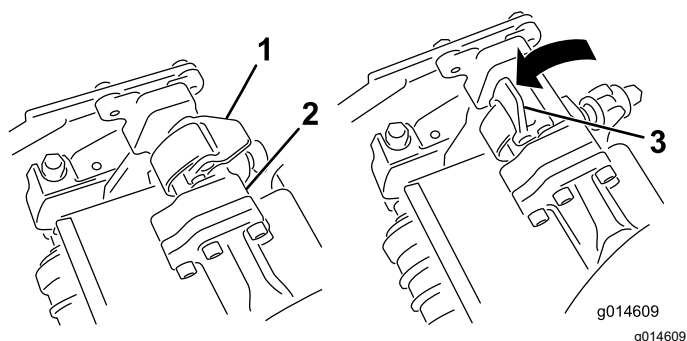
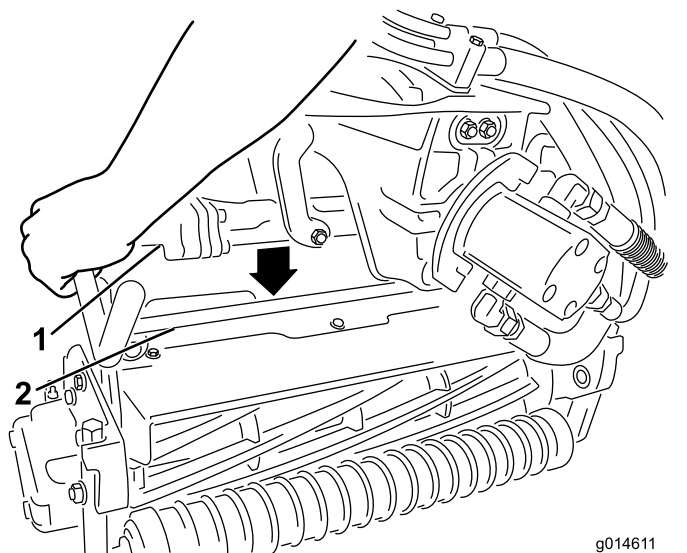

Figura 55
Figura 56
3. Com os fechos na barra do braço de suspensão a apontar para cima (i.e. abertos) (Figura 55), empurre o braço de suspensão para baixo de forma a que a barra passe pela barra através da parte superior da unidade de corte (Figura 56).
4. Feche os fechos para baixo e em redor da barra da unidade de corte e bloqueie-os no sítio (Figura 55).
4. Abra os fechos na barra do braço de suspensão da unidade de corte que está a remover (Figura 55).